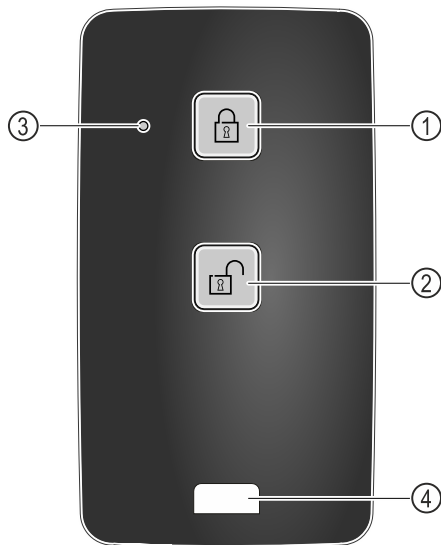

Fig. 139
- ▶ Trykk på knappen Fig. 139 (1) på fjernkontrollen.
- ▶ Trykk på knappen Fig. 139 (2) på fjernkontrollen.
- ▶ Statuslysdioden Fig. 139 (3) gir en visuell tilbakemelding når en knapp trykkes.
- ▶ Ring Fig. 139 (4) for feste av fjernkontrollen, for eksempel på en nøkkelring.